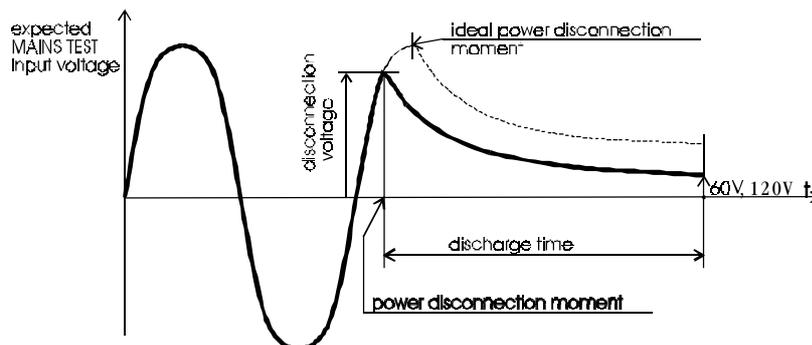

Fig. 25. Tension à l'entrée TEST SECTEUR
ETAPE 6. Retirez l'élément à double connexion et attendez l'affichage du résultat. Si la tension de déconnexion est assez haute pour effectuer une mesure, (voir fig. 25) le message **Start** (démarrer) est affiché et la mesure sera exécutée. Si la tension n'est pas assez haute alors le résultat 0.0s et le message **Repeat** (répéter) sont affichés. Dans ce cas, répétez la mesure à partir du point 3.. Si le résultat 0.0s et le message **Repeat** (répéter) apparaissent à nouveau, répétez la mesure 5 à 10 fois successivement, le résultat 0.0 peut être accepté comme valable. **Timeout** (temps dépassé) s'affiche si l'élément à double connexion n'est pas retiré dans les 10s, ou si le temps de décharge est supérieur à 10s.
- ETAPE 6.** Retirez l'élément à double connexion et attendez l'affichage du résultat. Si la tension de déconnexion est assez haute pour effectuer une mesure, (voir fig. 25) le message **Start** (démarrer) est affiché et la mesure sera exécutée. Si la tension n'est pas assez haute alors le résultat 0.0s et le message **Repeat** (répéter) sont affichés. Dans ce cas répétez la mesure à partir du point 3.. Si le résultat 0.0s et le message Repeat (répéter) apparaissent à nouveau, répétez la mesure 5 à 10 fois successivement, le résultat 0.0. peu être accepté comme valable. **Timeout** (temps dépassé) s'affiche si l'élément à double connexion n'est pas retié dans les 10s, ou si le temps de décharge est supérieur à 10s.